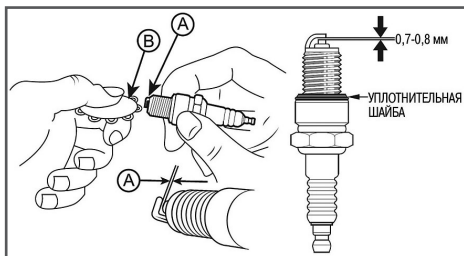

Рис. 19 Обслуживание свечи зажигания.
4. Измерьте зазор А между электродами свечи зажигания специальным щупом В (Рис. 19). Зазор должен быть 0,7-0,8 мм (Рис. 19). При увеличении или уменьшении требуемого зазора, рекомендуется заменить свечу, так как регулировка зазора может привести к изменению качества искрообразования.